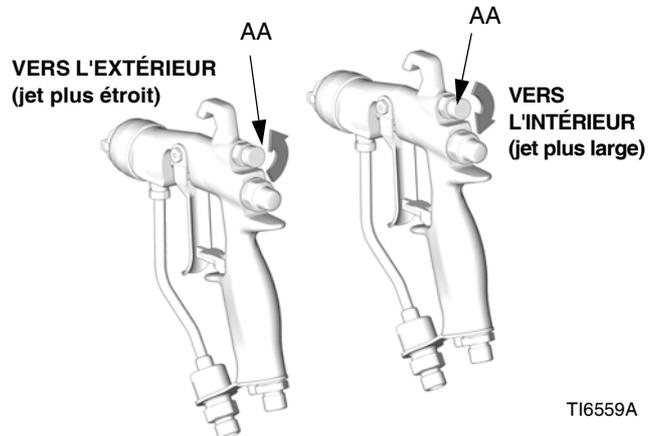

Fig. 6. Bouton d'air du jet
1. Consultez la section FIG. 6. Fermez l'air de réglage du jet en tournant le bouton (AA) à fond dans le sens des aiguilles d'une montre (vers l'intérieur). Le pistolet est réglé sur le jet le plus large.